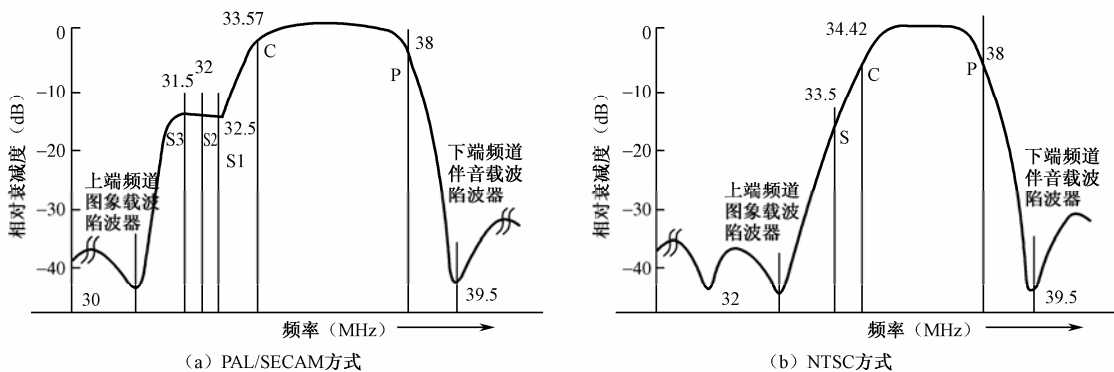
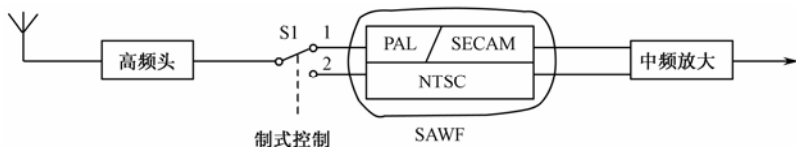

图 8-2 三种制式中频特性曲线
图 8-3 双 SAWF 中频特性切换电路
（1）在图像中放电路输入端设置两个声表面波滤波器，一个用于处理色副载波为 4.43MHz、伴音中频为 6.5MHz、5.5MHz、6.0MHz、4.5MHz 的 PAL/SECAM 制信号，形成的中频特性曲线如图 8-2（a）所示；另一个用于处理色副载波为 3.58MHz、伴音中频为
4.5MHz 的 NTSC 制信号,形成的中频特性曲线如图 8-2 (b) 所示。电路示意图如图 8-3 所示。